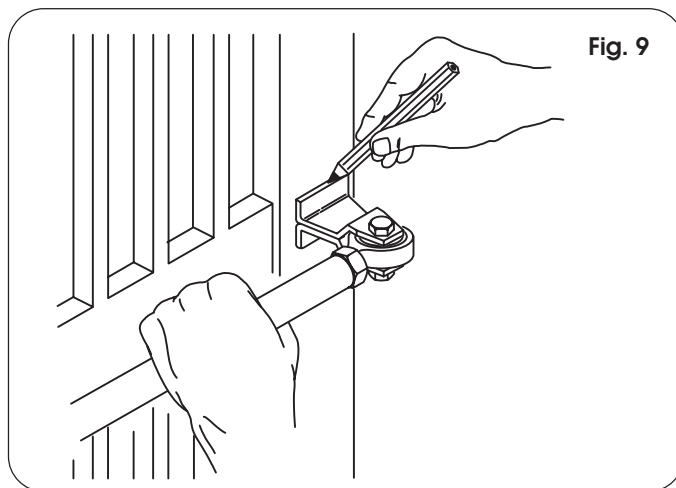

Fig. 9
- 8) Cierre la hoja de la cancela y, manteniendo el operador perfectamente horizontal, halle en la hoja la posición del empalme anterior (Fig.9).